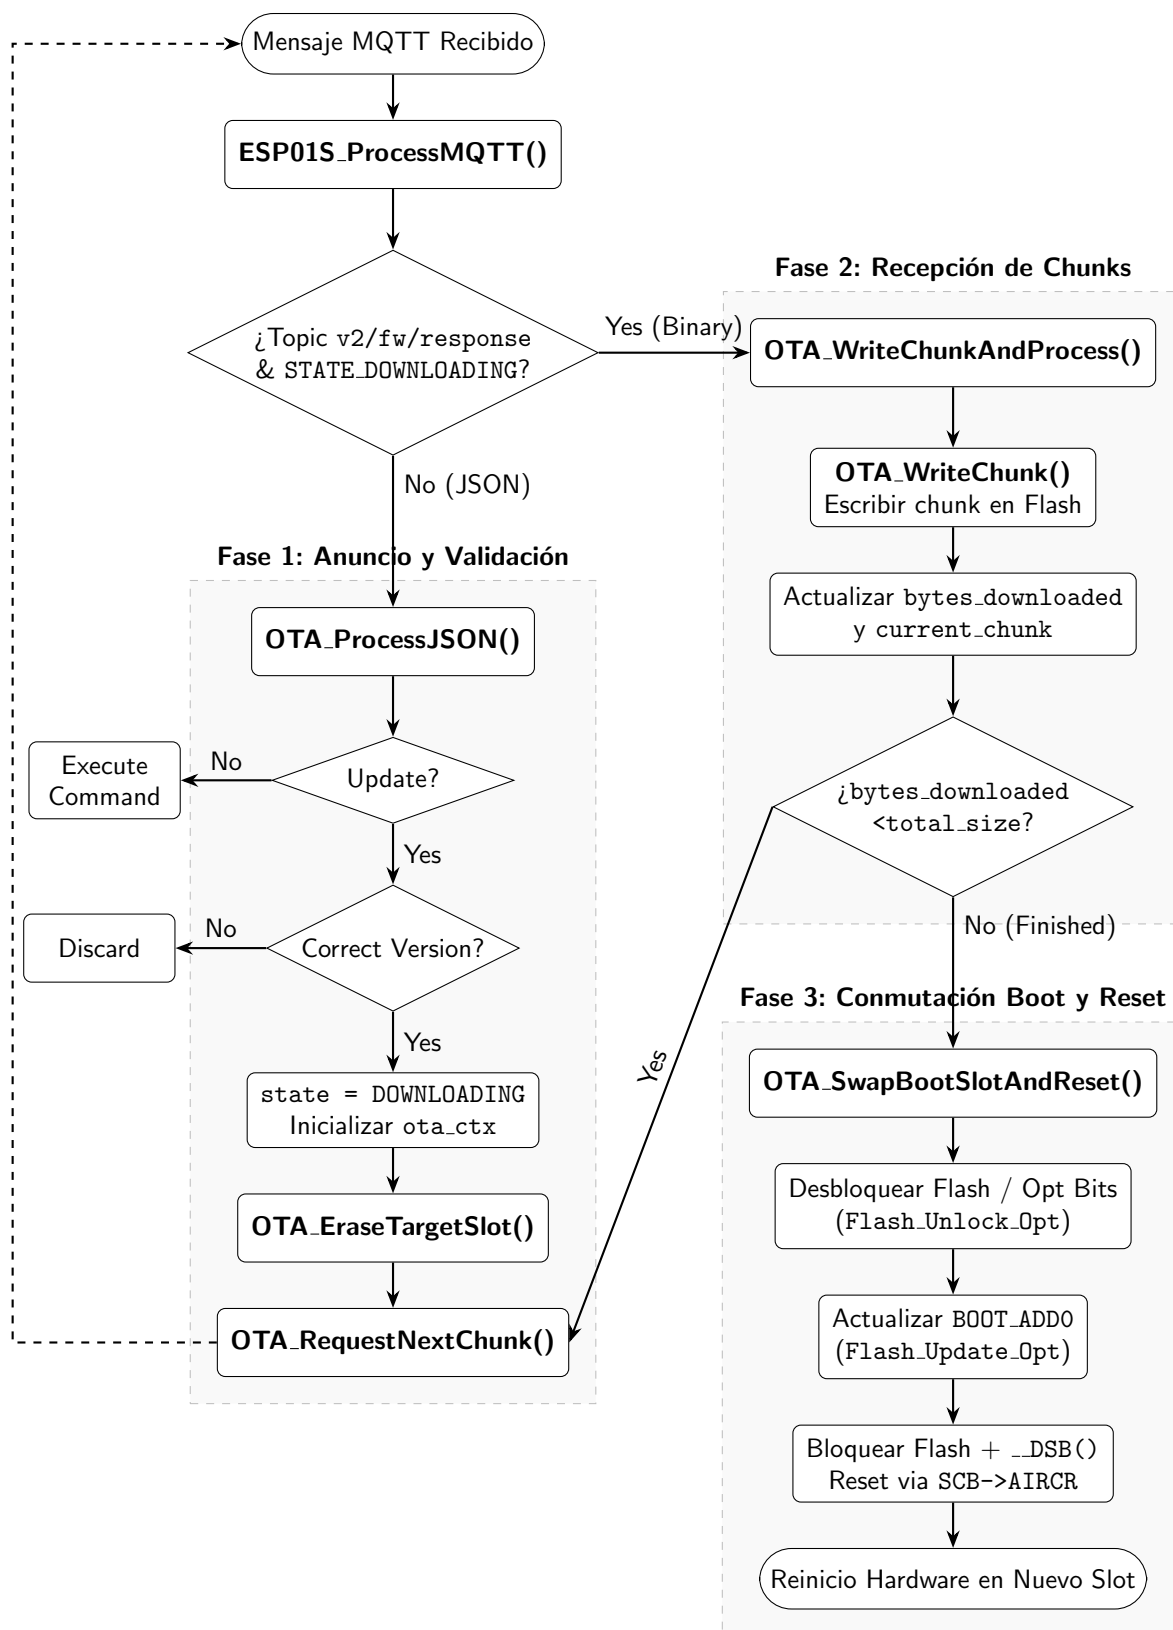

Figura 49: Diagrama de flujo de recepción OTA
Y... listo! Tras este proceso el procesador comenzará a ejecutar en el *slot* correspondiente. Al arrancar volverá a recibir la información del *firmware* disponible y, viendo que ya está actualizado, continuará su funcionamiento de manera normal. Podemos ver un resumen gráfico de todo el proceso en la Figura 49.